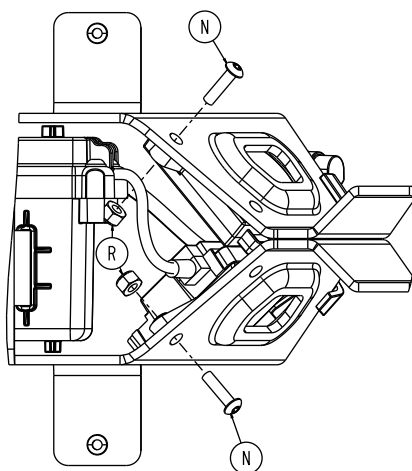

Figure 62 – Retirer la vis et l'écrou du module sans fil
7. À l'aide d'une clé Torx T25 et d'une clé mixte de 3/8 po, retirer la vis d'assemblage à tête ronde (N) et l'écrou Fiberlock (R) qui fixent le module sans fil à la civière le cas échéant, et le module NFMIC à la civière, le cas échéant (Figure 62). Conserver la vis et l'écrou.